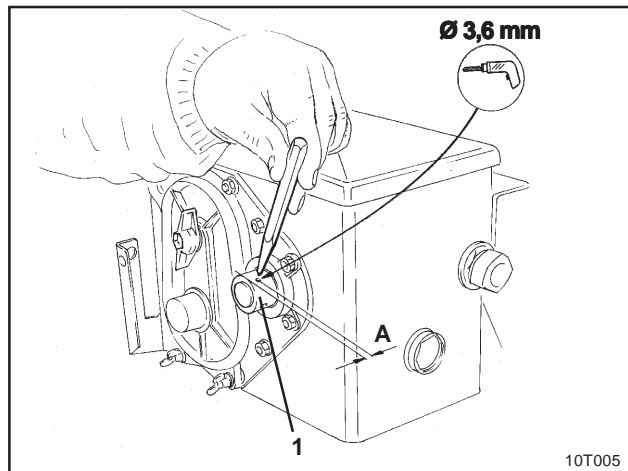

Fig. 6.3
- met de meegeleverde gatenboor (3,6 mm.o) in de aandrijf-as (fig.6.3/1) boren.
- **De afstand A** (zie fig.6.3) vanaf de rand van de holle as tot het te boren middelpunt **bedraagt 5 mm.**